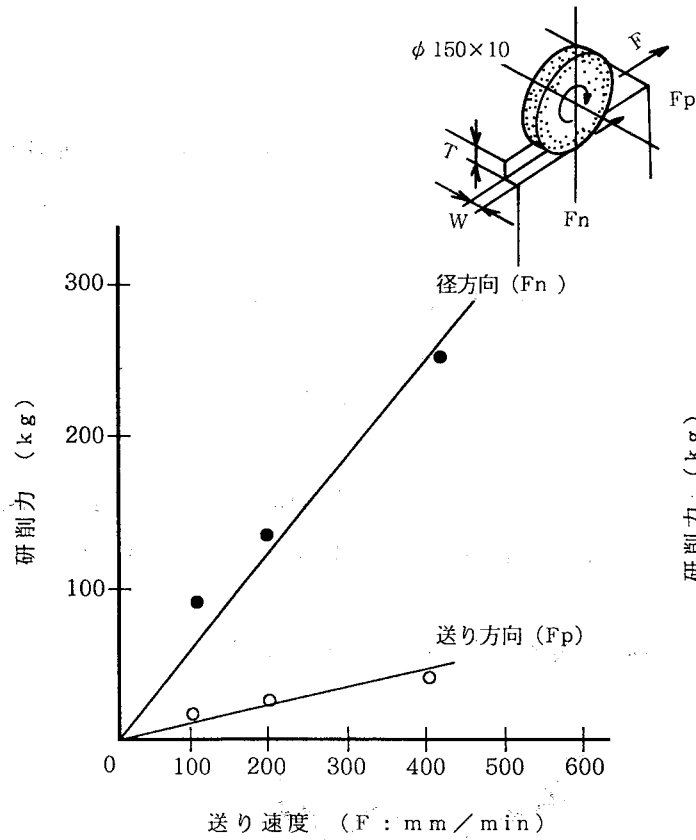
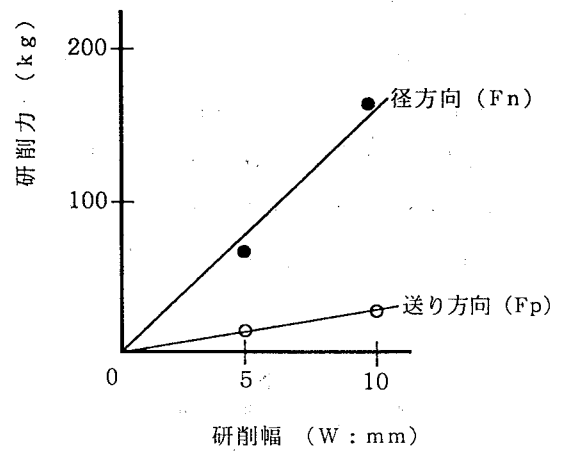
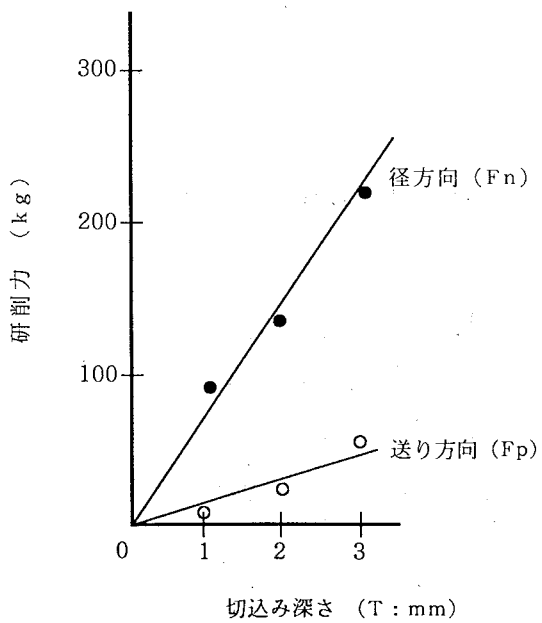

図26 研削力と送り速度
図27 研削力と研削幅
図28 研削力と切込み深さ
- ③ 研削力は、送り速度、研削幅、切込み深さに比例して大きくなる。図26に送り速度と研削力の関係、図27に研削幅と研削力の関係、図28に切込み深さと研削力の関係を示す。ミリ単位の切込みで200kgから300kgの研削力が発生している。